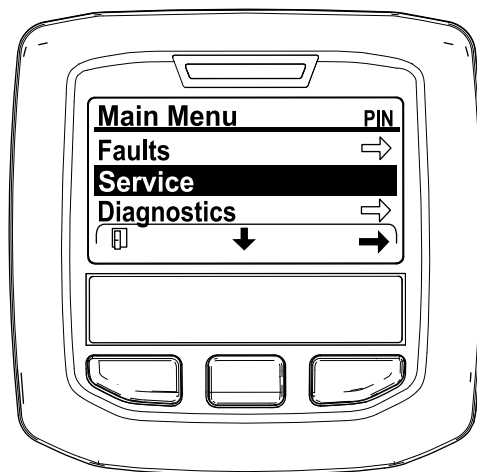

Figura 42
2. Vaya al MENÚ PRINCIPAL, pulse el botón central para desplazarse hacia abajo hasta el MENÚ SERVICIO y pulse el botón derecho para seleccionar la opción SERVICIO (Figura 42).